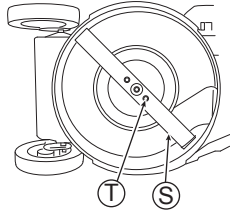

Abb. 33
2. Wenn die Klinge (S) oder deren Befestigungsschrauben (T) "verschlissen", "gebrochen" oder "deformiert" sind, ersetzen Sie sich durch neue, von uns angegebene Teile.
3. Vergewissern Sie sich, dass die Klingenbefestigungsschrauben (T) mit dem angegebenen Drehmoment angezogen sind. (Siehe Abb. 33)
2. Ziehen Sie die Klingenbefestigungsschrauben (T) von Hand ordentlich an.
4. Vergewissern Sie sich, dass die Klingenbefestigungsschrauben (T) mit dem angegebenen Drehmoment angezogen sind. (Siehe Abb. 33)